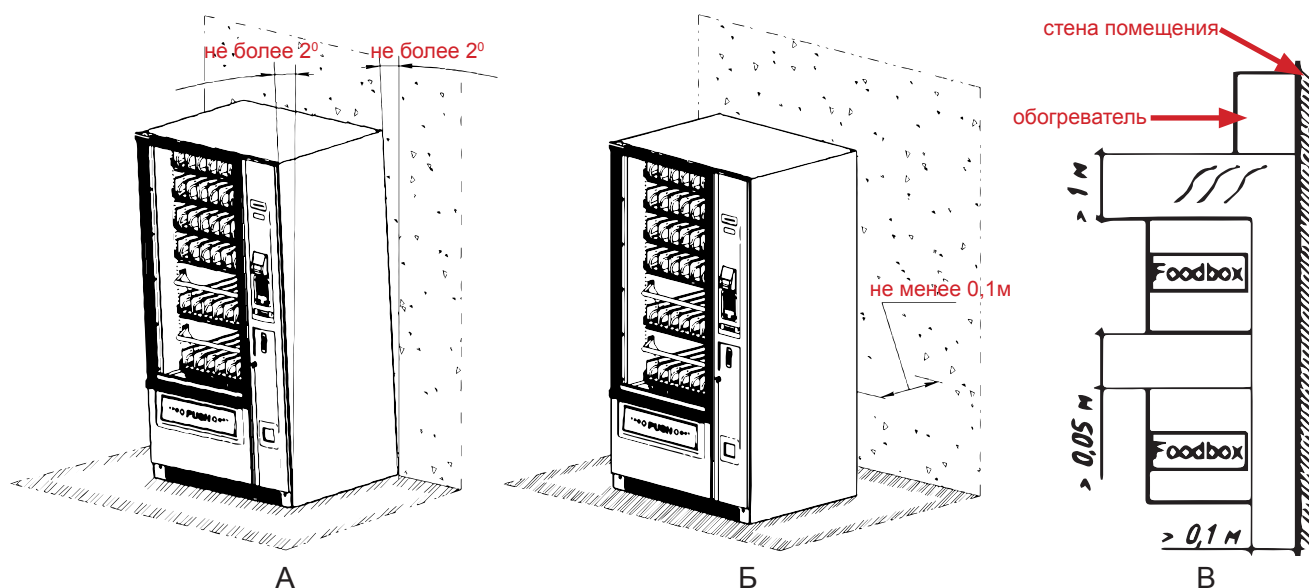

Рисунок 16 - Установка автомата
- запрещается устанавливать автомат под наклоном более 2° (см.рис.16а);
- расстояние от задней стенки автомата до предметов должно быть не менее 0,1 м (см.рис.16б,в);
**Примечание: Допускается наклон автомата не более 2° (см.рис.16а). Наклон более 2° может привести к некорректной работе автомата!**